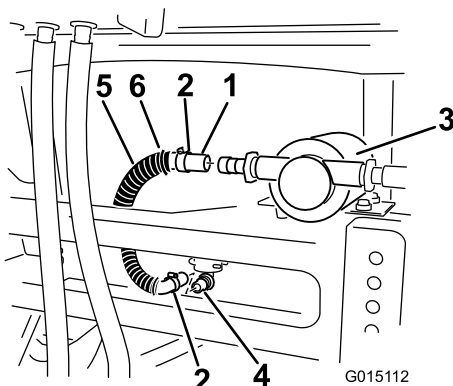

Figura 24
3. Instale un extremo de la manguera al acoplamiento de 90° en la parte inferior del depósito de enjuague (Figura 24).
10. Instale la tapa sobre la bomba e introduzca las pestañas de la cubierta en las ranuras del travesaño del bastidor (Figura 24).